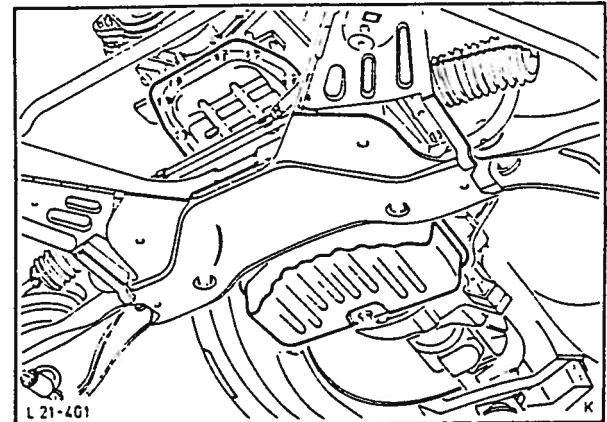

Fig. 100 Demontering av bunnpinne bakfra.
6. Skru ut bunnpannens bolter og ta vekk bunnpannen bakfra, fig. 100. Hvis bunnpannen sitter fast, kan den bendes sideveis med en skrutrekker.